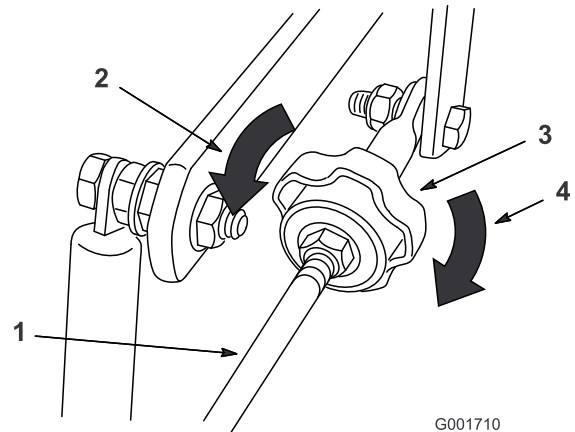

Bild 53
4. Wenn die Maschine nach rechts gehen soll, drehen Sie das Handrad zur rechten Seite der Maschine. Siehe Bild 53.
5. Wenn die Maschine nach links gehen soll, drehen Sie das Handrad zur linken Seite der Maschine. Siehe Bild 53.